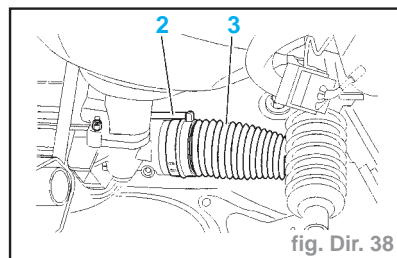

fig. Dir. 38
- Déboîter le tuyau (2) du soufflet (3) (fig. Dir. 38).